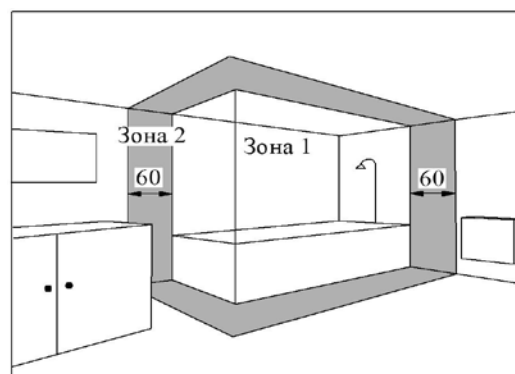

Рис. 4
5.6 Конвекторы допускается устанавливать в ванных комнатах, душевых, бассейнах (см. рис. 4).